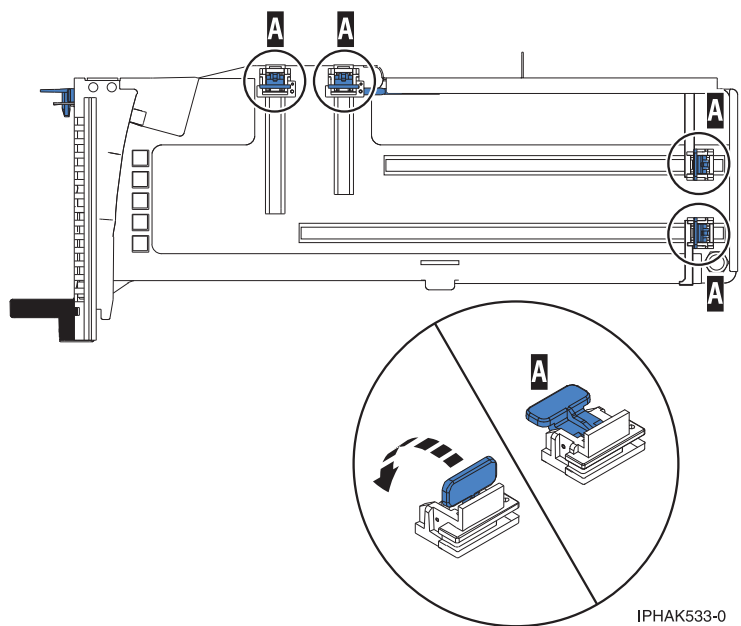

図 76. アダプター保持具
- b. アダプターを取り付けられるように、必ずすべてのアダプター保持具 (A) をカセットの端に押し出しておいてください。 119 ページの図 76を参照してください。